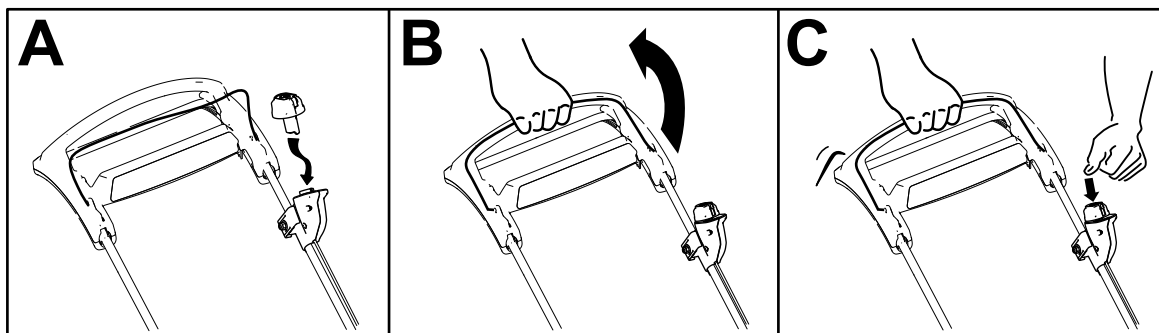

Figura 13
2. Insira o botão de arranque elétrico no interruptor de arranque elétrico (A de Figura 13).
3. Insira a barra de controlo da lâmina e segure-a contra a pega durante 2 segundos (B da Figura 13).
4. Pressione o botão de arranque elétrico e mantenha-o pressionado até que o motor arranque (C de Figura 13).